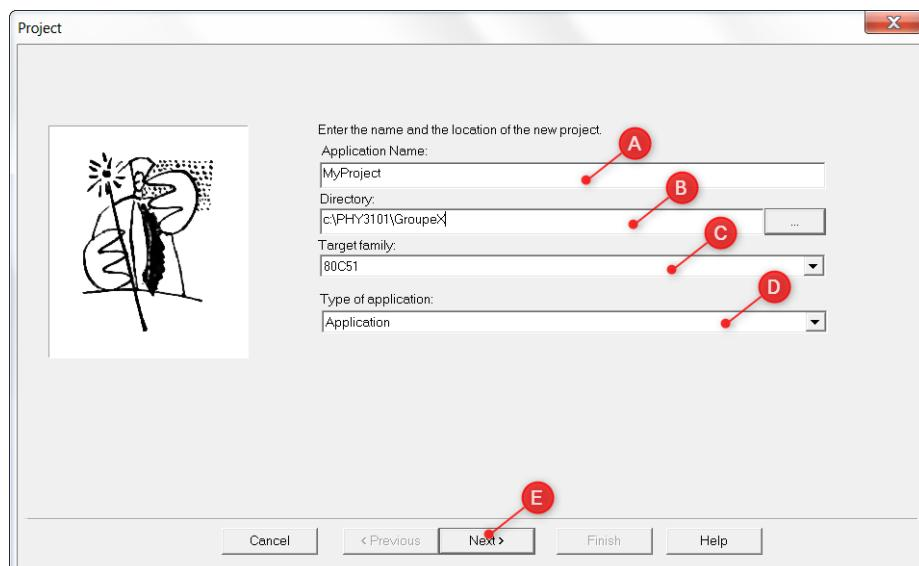

FIGURE 3 – Fenêtre de configuration d'un projet
2. Dans la première fenêtre de configuration (voir figure 3) :